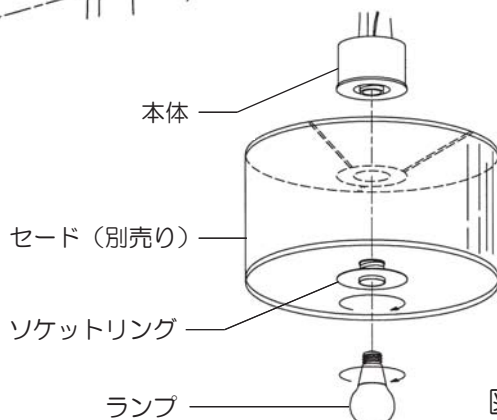

図5
4. 別売りのセードをセットします。（図5）
- ①ソケットにセード取付金具を入れて、ソケットリングで締め付けて固定してください。
5. ランプをセットします。（図5）
- ①セードの下面より手を入れてランプをソケットに取り付けてください。